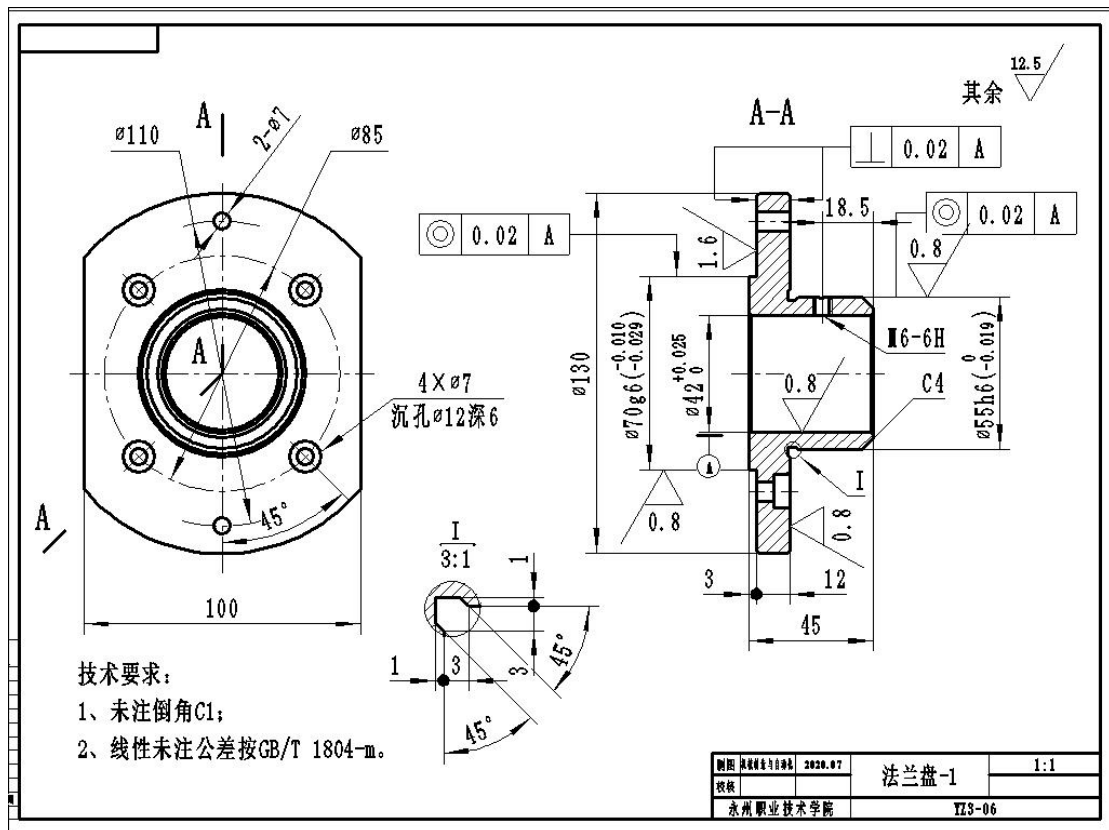

图 3-6 法兰盘-1 零件图
**任务 1：**识读法兰盘-1 零件图（如图 3-6 所示），根据零件图要求，利用三维设计软件正确绘制草图，选择合适的特征建模方法完成零件三维造型；